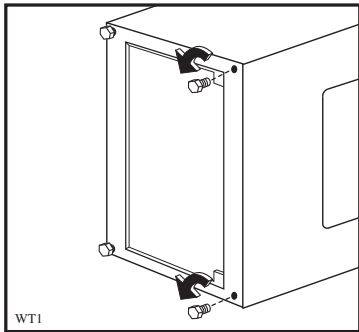
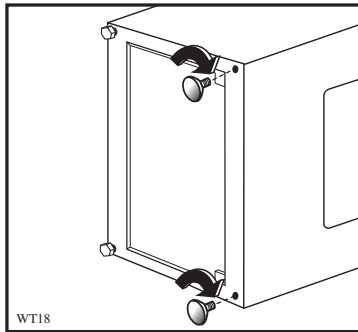

Fig 1
Fig 1a
- Remover os pés frontais (fig. 1) e substituí-los com os pés de borracha (fig. 1a).